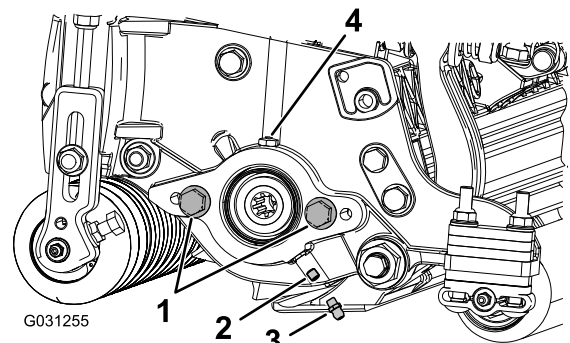

Bild 6
- Entfernen Sie die Stellschraube an der Seitenplatte des Spindelmotors und entsorgen sie (Bild 6).
- Bringen Sie den geraden Schmiernippel an (Bild 6).
- Wenn die Seitenplatte des Spindelmotors keine Schrauben hat, bringen Sie diese an (Bild 6).
6. Fetten Sie die Seitenplatte ein, bis überschüssiges Fett aus der Fettöffnung austritt (Bild 6).